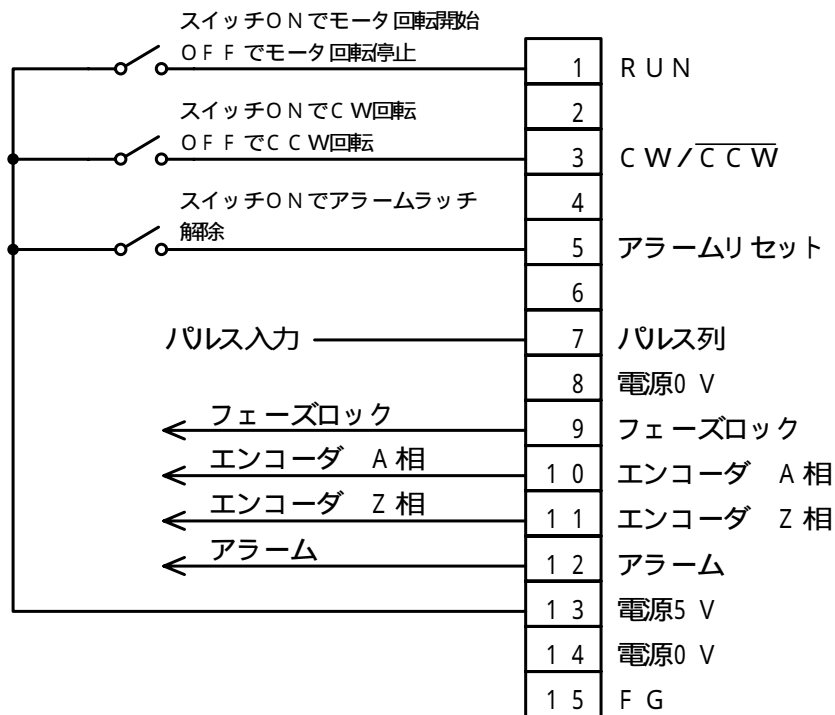

図4 - 1 コネクタCN4の配線例
- (1) 図4 - 1“コネクタCN4の配線例”を参考に配線してください。
- (2) 電力線(CN1, CN2)との配線はできるだけ離してください。同一のダクトに通したり、一緒に結束しないでください。誤動作の原因になります。
- (3) 制御出力の各端子には短絡保護用の電流制限抵抗100Ωが入っております。外付けの回路にてプルアップまたはプルダウン抵抗を接続する場合はマッチングに注意してください。
- (4) 13番ピンの電源5Vは出力です。CN4の制御信号入力のために使用可能な電源です。出力電流は50mA以下でご使用ください。